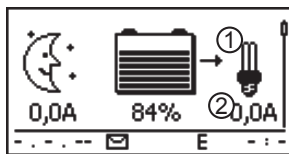

Fig. 9: Contenido del display después de conectar los consumidores
3. ➤ Conectar la salida de carga. Aparece la lámpara ① (Fig. 9) en el display.
4. ➤ Conectar el consumidor. La corriente de consumo se mostrará en el display ② a partir de 0,1 A.
5. ➤ Si no aparece Fig. 9, comprobar la instalación y solucionar los posibles fallos a través de ☞ 15, pág. 54 y siguientes.